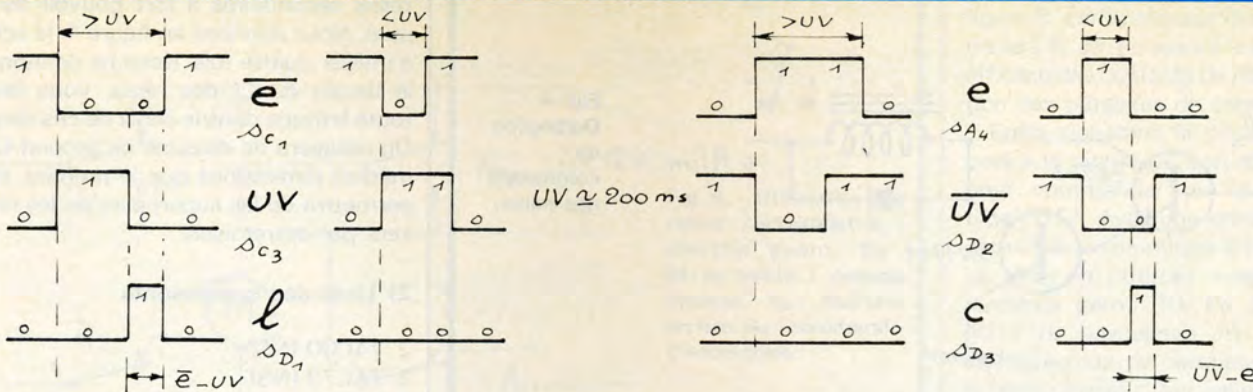

Fig. 2. Distinction tops longs tops courts.
c des impulsions que si la durée e est inférieure à 250 ms. Voir figure 2, à droite.
- Si la sortie  $\bar{e}$  est mélangée avec UV dans la porte D1, celle-ci ne délivre en l des impulsions que si la durée e est inférieure à 250 ms. Voir figure 2, à gauche.